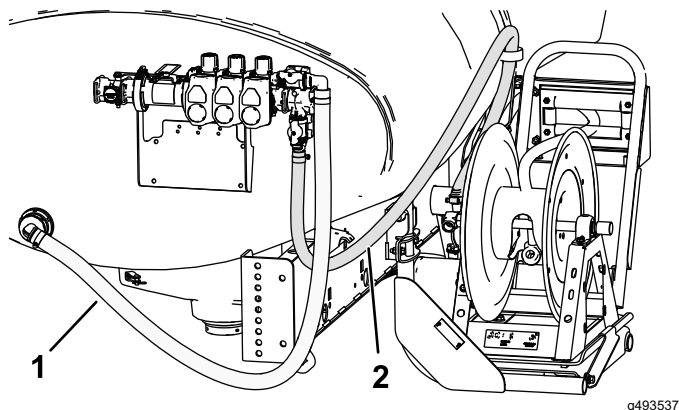

図 33
18. ホースリール給液ホースを図 33 に示すように配設して、ホースクランプを使ってホースリールに取り付ける。